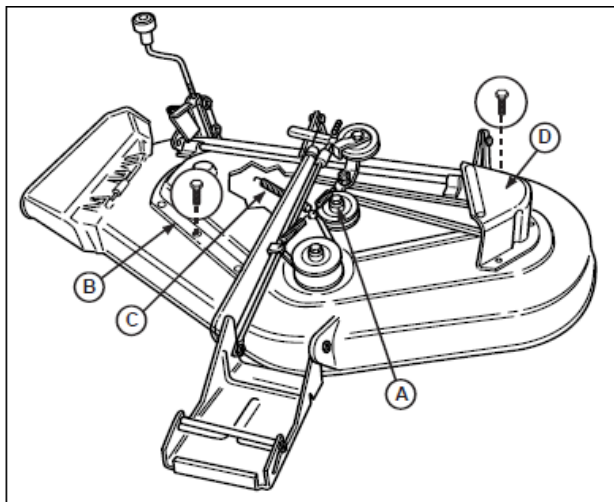

図 43 44”, 50” モアデッキ
3. 右側の被いカバー（図 43 の B）を固定しているキャップスクリュを外してください。左側の被いカバー（D）を固定している3つのキャップスクリュを外してください。
4. 一対のロックプライヤまたはスプリングプーラーを使って、デッキの-slotから、アイドルプーリースプリング（図 43 の C）を外してください。
5. アイドラプーリーをブラケットに固定しているキャップスクリュ（図 43 の A）を緩めてください。ベルトは、プーリーとアイドルプーラーハブの間にすべり込むことができます。
7. キャップスクリュ(図 43 の A)を締め付けてください。
8. スプリング(図 43 の C)をモアデッキの-slotに取り付けます。
9. 左右の被いカバー(図 43 の B,D)を取り付けます。